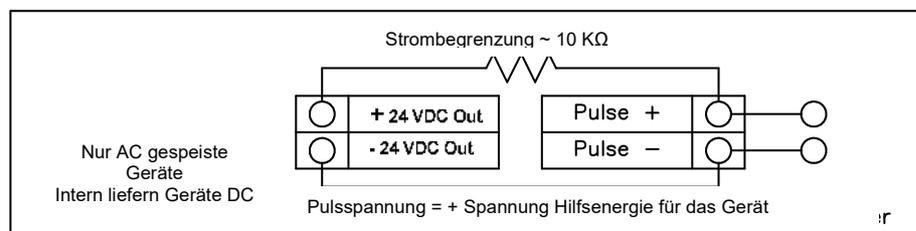

Bild 43 Galvanisch getrennter 4-20 mA Ausgang (intern durch das Messgerät gespeist)
3. Verwendung der internen Hilfsenergie 24VDC (nur bei AC Stromversorgung möglich. (Bild 43))